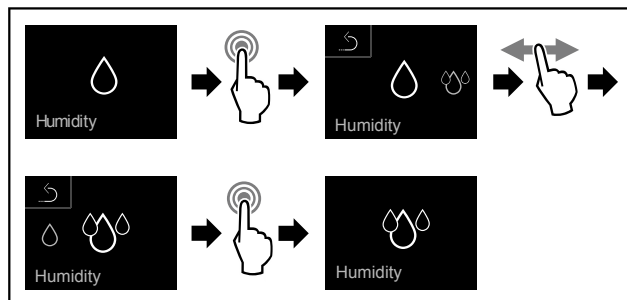

Fig. 69
- Proved'te kroky postupu (viz Fig. 69).